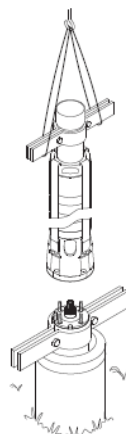

Рис. 3: Подъем насоса на место
- Поднимите насосную часть с помощью хомутов, прикрепленных к удлинительной трубе, см. рис. 3.